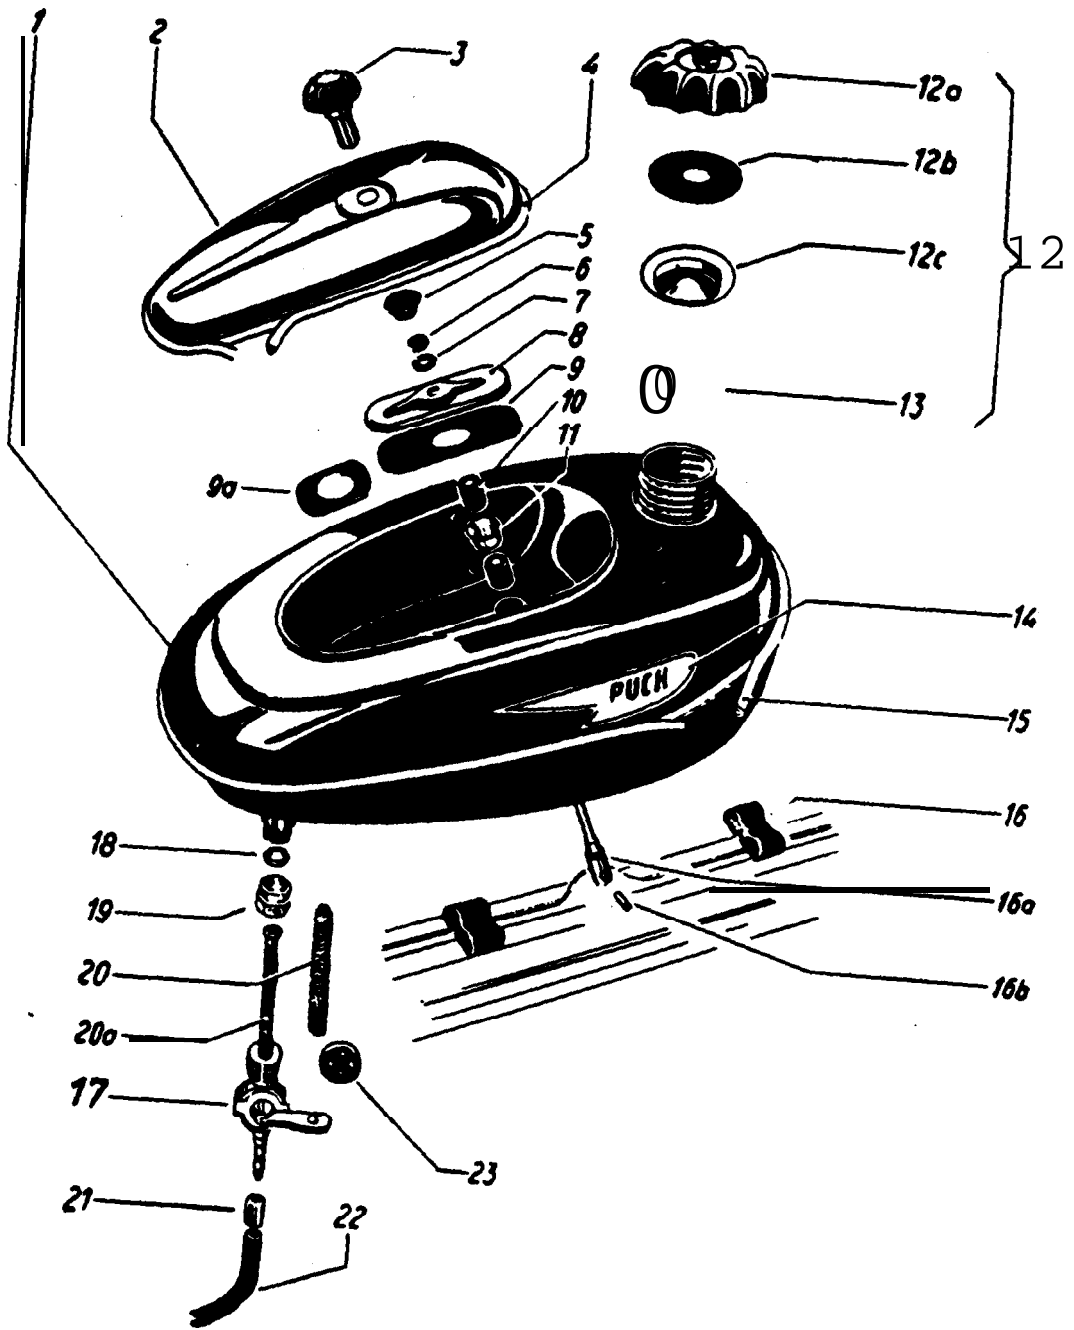

Fig. 46. Demontage brandstoftank
- 2** Gereedschaptrommeldeksel (fig.46/2) verwijderen door de knop los te draaien (fig. 46/3). De knop van het deksel is te verwijderen door de rubber of plastic klemring (fig. 46/5) van de hals van de knop (fig. 46/3) te verwijderen. Gereedschap uit de trommel halen.
- 3** Het moertje (fig. 46/6) losdraaien en achtereenvolgens de volgende onderdelen verwijderen : ring (fig. 46/7), klemplaat (fig. 46/8), tussenlegrubber (fig. 46/9) en zover aanwezig opsluitrubber (fig.46/9a) en rubbertule (fig. 46/10) met de huls (fig. 46/11).
- 5 Indien nodig kan nu het bevestigingstapeind (fig. 46/16a) van het frame verwijderd worden door meteendoorslagde pen (fig. 46/16b) uit te slaan. Hierbij de andere kant goed ondersteunen, zodat het kromslaan van de bevestigingslip voorkomen wordt. Opletten in welk gat het tapeind bevestigd zit. Op het tapeind zit nu nog een rubber (fig. 46/10).
- 6 Tankdop (fig. 46/12) van de tank draaien en de tank leeg laten lopen.
- 7 Kraan afschroeven door de moer (fig. 46/19) los te draaien. Let op de filterpakkingring (fig. 46/18). Eventueel ook de eindloze sierstrip (fig. 46/15) verwijderen.
- 8 Op het frame liggen nu ook nog de rubberkussens (fig. 46/16) die bij beschadiging ook vervangen moeten worden.